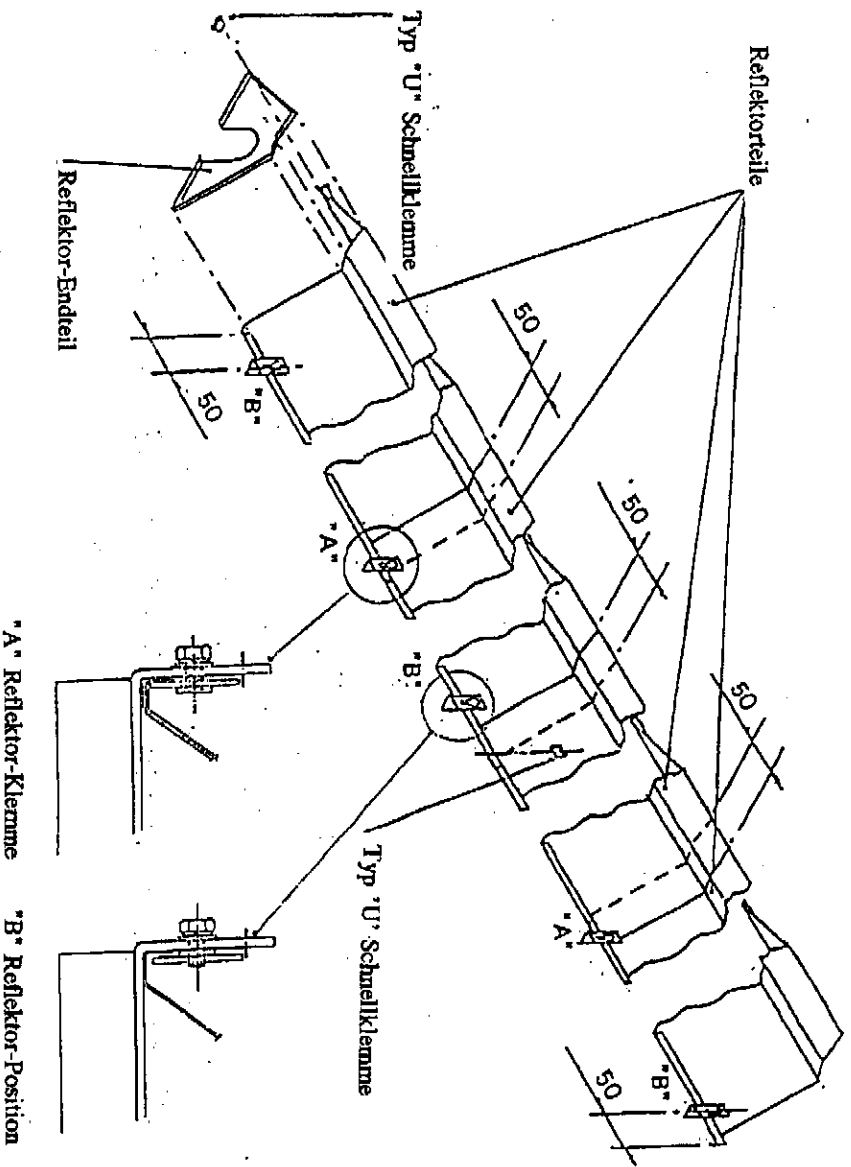

Abb. 26
4.6.8 Legen Sie ein Reflektorteil auf die zwei Aufhängevorrichtungen, die an die Kontrollbox angrenzen und ein zweites Reflektorteil auf die zwei Aufhängevorrichtungen, die an die Ventilatoreinheit angrenzen. Positionieren Sie die Reflektorteile so, daß ihre äußeren Kanten 50mm von den Aufhängevorrichtungen überhängen (siehe Abb. 26 unten). Legen Sie die restlichen zwei Reflektorteile über die beiden äußeren Reflektorteile, stellen Sie dabei sicher, daß der Überhang in der Mitte wie auf Abb. 26 ist, und somit einen Überhang von 50mm an jedem Ende ergibt. Klemmen Sie die ersten und zweiten Reflektorteile wo sie überlappen an die zweite Aufhängevorrichtung (vom Kontrollboxende) unter Gebrauch von zwei Befestigungsschrauben und M6 Satzschrauben und Dichtungsringen (Befestigungspaket). Klemmen Sie auch die dritten und vierten Reflektorteile wo sie überlappen an die vierte Aufhängevorrichtung (vom Kontrollboxende) unter Gebrauch von mitgelieferten zwei Befestigungsschrauben und M6 Satzschrauben und Dichtungsringen (Befestigungspaket). Sichern Sie die beiden Reflektorteile, die angrenzend an die mittlere Aufhängevorrichtung überlappen, aneinander, unter Gebrauch von zwei U-Typ Schnellklemmen (aus dem Befestigungspaket), wie in Abb. 26 unten dargestellt. Schrauben Sie die restlichen (6) Befestigungsschrauben an jede der anderen Aufhängevorrichtungen um Platz für die Reflektorteile wie in Abb. 26 dargestellt zu beschaffen.
4.6.9 Platzieren Sie ein Reflektorendteil über die Strahlerröhre und in ein Ende des Reflektorteiles, so daß das Endteilflansch mit dem Ende des Reflektorteiles bündig ist. Sichern Sie das Reflektorendteil an das Reflektorteil unter Gebrauch von 6 gelieferten U-Typ Schnellklammern (Befestigungspaket); 2 Klammern pro Facette des Reflektorteiles, wie in Abb. 26 oben gezeigt.